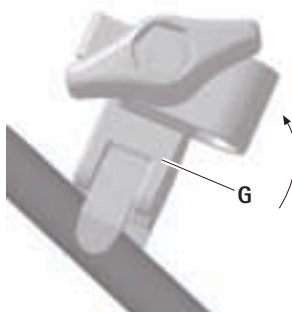

Fig. 9
- Retirer la pince de fixation **G** du cadre par pression latérale, voir Fig. 9.